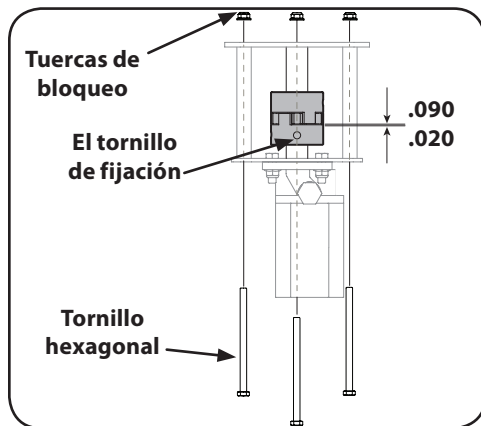

Figura 5-5
2. Retire los tres tuercas de la brida sujeción y los tornillos hexagonales que sujetan la bomba a la pantalla de acoplamiento. Dos tuercas de la brida y tornillos hexagonales se encuentran en las esquinas inferiores y uno está en la parte superior central. Vea la Figura 5-5.